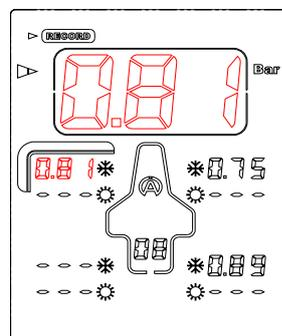

図 5
- 6) 中央ボタン **Ok** を押すと空気圧を測定し、次のポイントに移ります。(図 5).